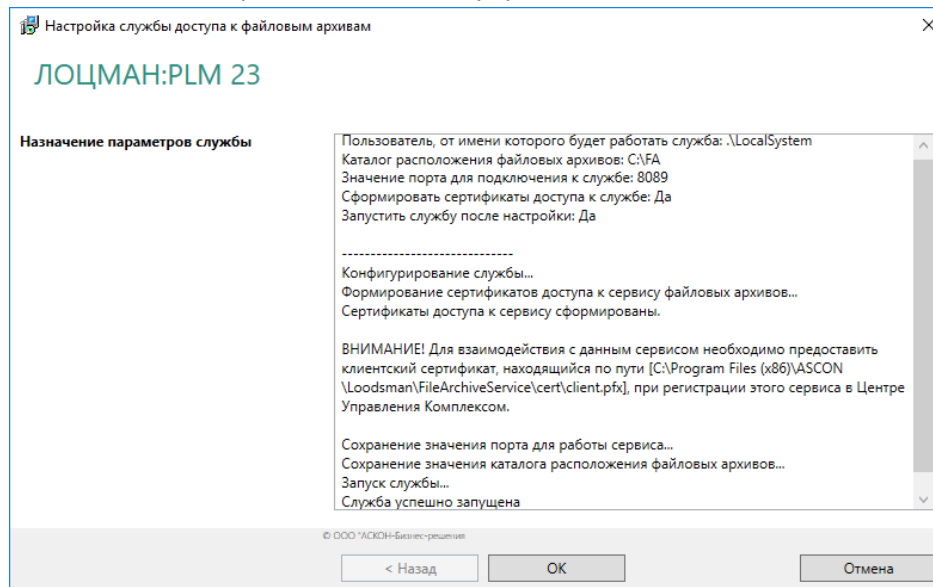

Рис. 3.16
9. По окончании настройки появится информация о выполненных действиях (рис. 3.16).